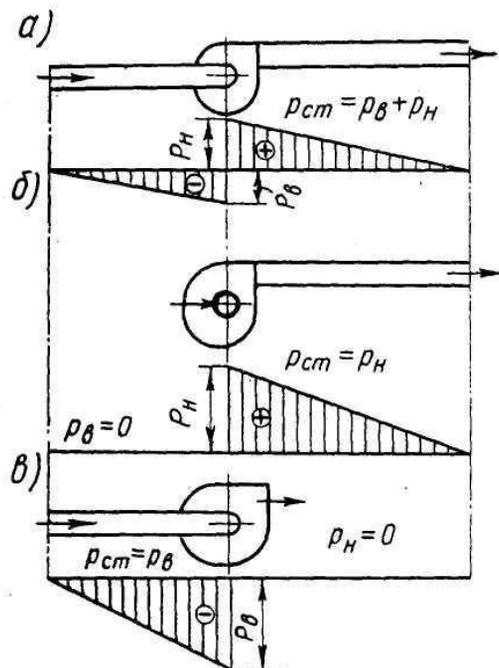

Рис. 1 Три способа использования статического давления вентилятора
На рис. 1 представлены три способа использования статического давления вентилятора:
- 1) при наличии всасывающего и нагнетательного трубопроводов (рис. 1, а)
- 2) в нагнетательном вентиляторе (рис. 1, б);
- 3) во всасывающем вентиляторе (рис. 1, в )